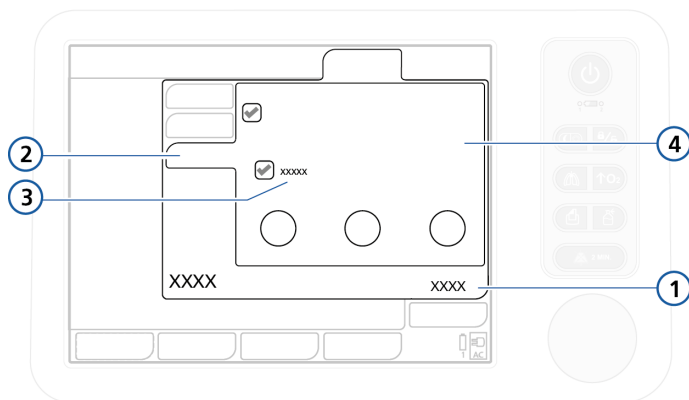

图 4-7. 窒息窗口，自动按钮
4. 如果适用，打开**控制** -> **窒息窗口**（图 4-7）。根据需要选择或取消选择**后备通气**。
当您选择不同模式后，**基础窗口**会自动打开（图 4-7），显示新模式名称及参数设置。查看并确认这些建议的设置，否则将不会接受模式更改。
3. 如果适用，打开**控制** -> **窒息窗口**（图 4-7）。